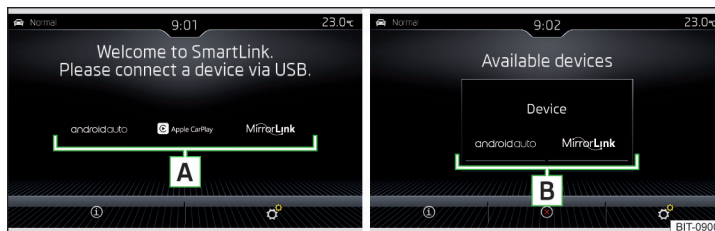

Fig. 211 Sistemele de comunicație suportate / Exemplu de sisteme de comunicație disponibile la aparatul extern conectat
Dacă nu există un aparat extern conectat, se va afișa un meniu cu sistemele de comunicație SmartLink suportate [A] » fig. 211.
Meniul principal » fig. 211
- › Selectați tipul sistemului de comunicație suportat **[B]** » fig. 211 la pagina 180.